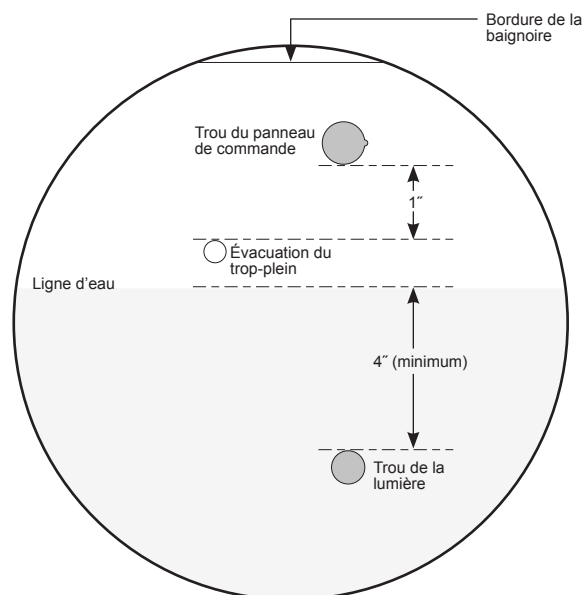

Figure 3 - motif des trous
- 3 Marquez la ligne centrale du motif à deux trous (figure 3). Il est critique que le trou à encoche de 4 mm soit bien situé, sinon, le panneau de commande ne sera pas centré et droit.